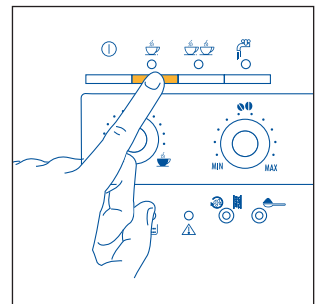
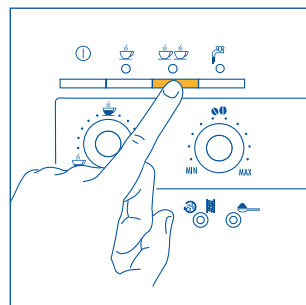

Fig. 12
Fig. 13
- 5) Premere il tasto  (fig. 12) se si vuole fare un caffè oppure il tasto  (fig. 13) se si vuole fare 2 caffè. A questo punto la macchina macina i chicchi, esegue una breve pre-infusione e poi completa l'erogazione nella tazza.
**NOTA 4:** Mentre la macchina sta facendo il caffè, l'erogazione può essere fermata in qualsiasi momento premendo il tasto ☺ (fig. 12) oppure ☹☹ (fig. 13) precedentemente selezionato.
**NOTA 5:** Appena terminata l'erogazione, se si vuole aumentare la quantità di caffè nella tazza, basta tenere premuto il tasto ☺ (fig. 12) oppure ☹☹ (fig. 13) precedentemente selezionato fino ad ottenere la quantità desiderata (questa operazione deve essere eseguita entro 3 secondi dal termine dell'erogazione).